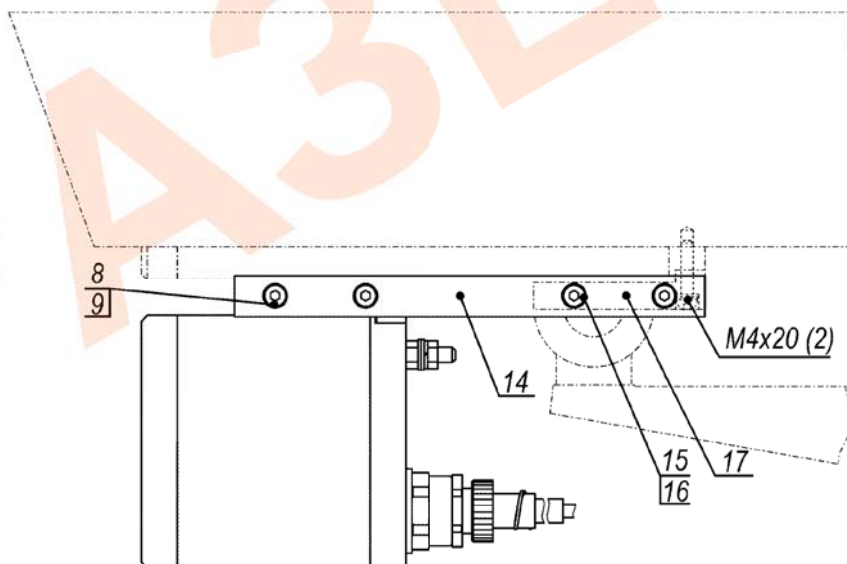

Рисунок 4 – Установка прожектора на видеокамеры в термокожухах ТГБ-4М Ех и ТГБ-4М Ех IIC
10. Комплект крепления к термокожухам ТГБ-4М Ex и ТГБ-4М Ex IIC см. рисунок 4.
см. рисунок 4.
1.4 Установка прожектора на видеокамеры в термокожухах ТГБ-4М Ех и ТГБ-4М Ех ИС (рисунок 4):
- снять имеющееся основание с термокожуха ТГБ-4М Ех или ТГБ-4М Ех ИС, открутив винты крепления основания термокожуха М4х20 2 шт. (рисунок 4) и заменить его основанием термокожуха 17 (рисунок 4) из комплекта «крепления к термокожухам ТГБ-4М Ех и ТГБ-4М Ех ИС»;
- установить прожектор на корпус видеокамеры, используя планки 14 крепеж 15, 16 и крепёж 8, 9 (рисунок 4).